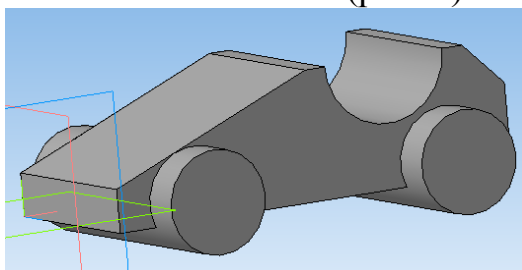

Рис. 4
4. Примените операцию *Вырезать выдавливанием* , которая также находится на панели *Редактирование детали* . Два направления: Расстояние: 1 – 10 мм, Расстояние: 2 – 55 мм (рис. 4).